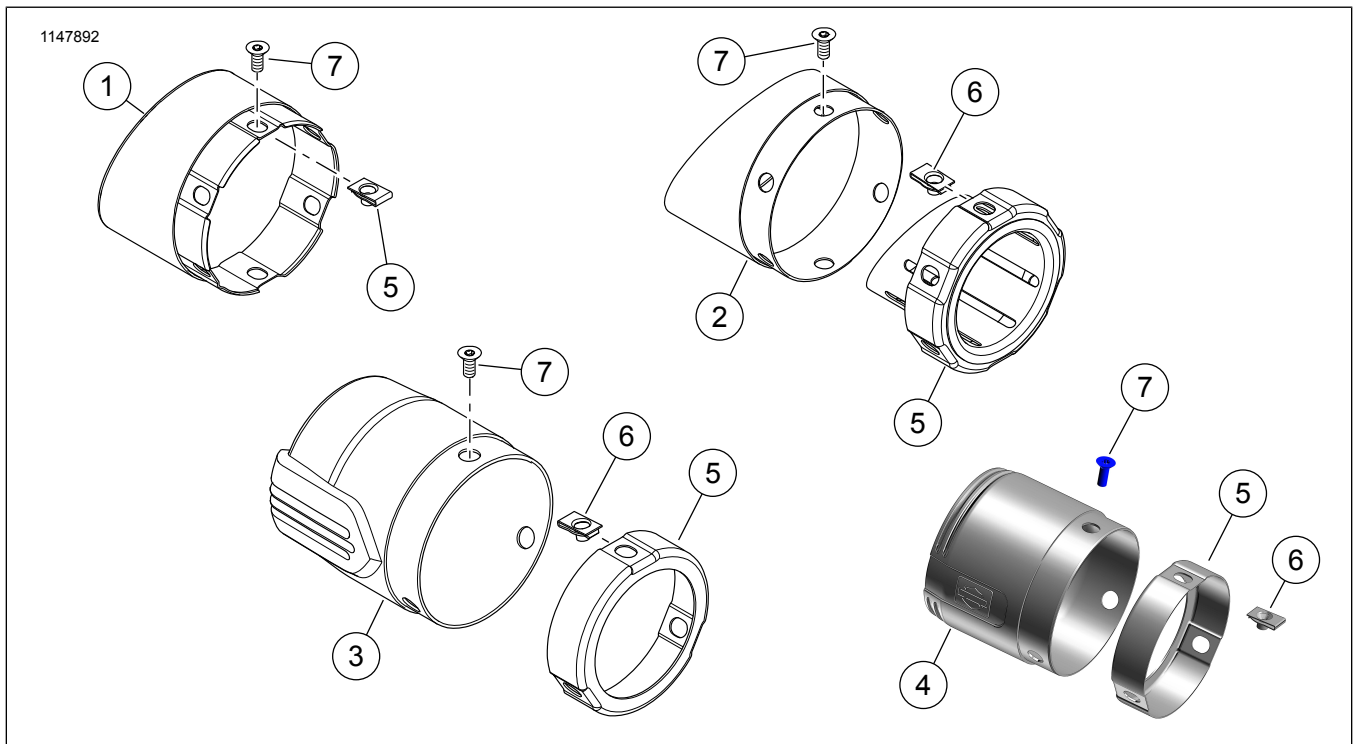

Figure 1. Contenu du kit : Kit d'embouts de silencieux Screamin' Eagle 4,5 PO
1. Voir la figure 1. Glisser les écrous en U (6) sur les bossages de l'anneau de retenue de l'embout (5).
3. Insérer l'anneau de retenue de l'embout (5) à l'intérieur de l'embout.